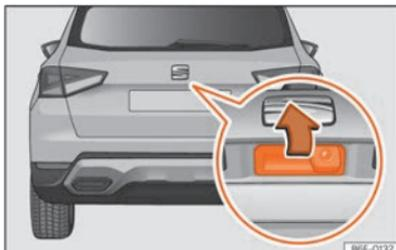

Fig. 58 Portón trasero: apertura desde fuera.
- **Abrir:** haga una ligera presión en el asidero. Se abre automáticamente. >>> **fig. 58.**